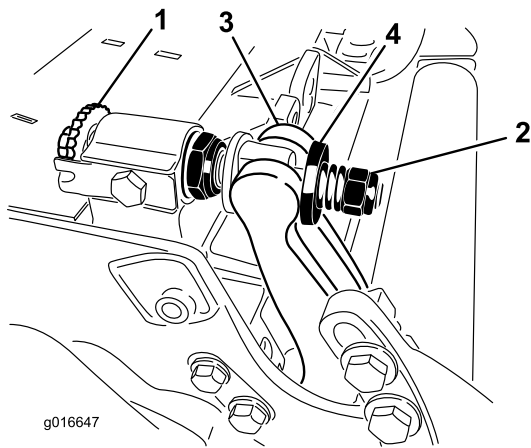

图26
1. 逆时针旋转底刀架调节螺丝，将底刀向后撤离滚刀（图26）。
- 退出弹簧加压螺母，直到垫圈不再对底刀架（图26）施压。